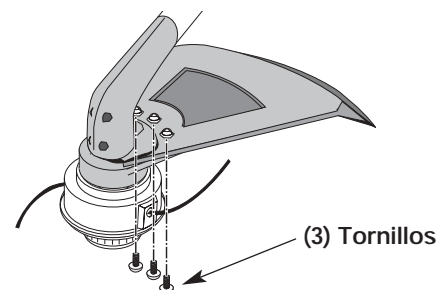

Fig. 5
3. Instale un tornillo en el orificio de la base del protector accesorio de corte. Atornillelo en la tuerca instalada en el paso 2 (Fig. 5). No lo ajuste.